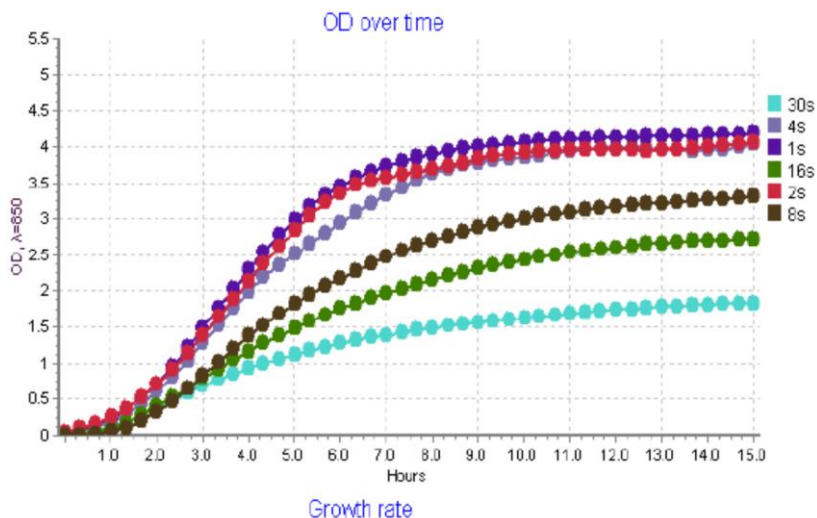
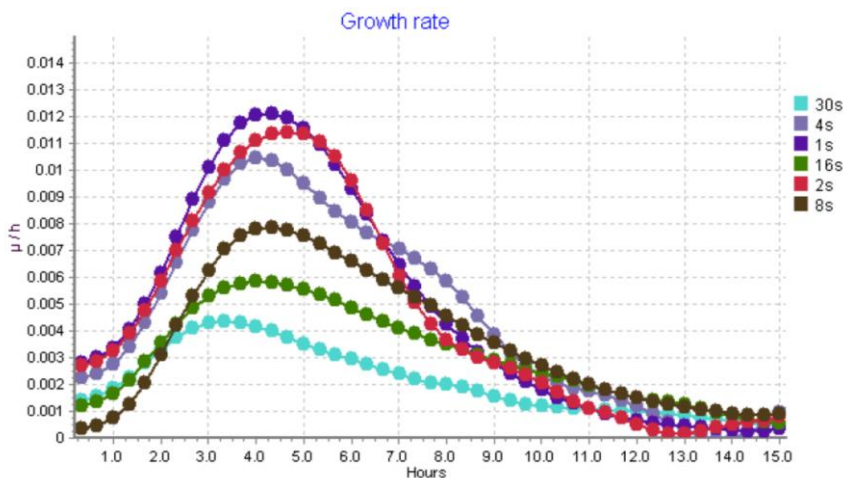

Рис. 5. Влияние частоты реверсивного вращения на динамику роста ($\Delta OD_{\lambda=850 \text{ nm}}/\Delta t$) по отношению к времени ферментации (ч).
Рис. 6. Влияние частоты реверсивного вращения на скорость роста ($\Delta OD_{\lambda=850 \text{ нм}}/\Delta t$) по отношению к времени ферментации (ч).
Известно, что аэрация влияет на рост и скорость роста аэробных микроорганизмов. Частота реверсивного вращения влияет на скорость поступления кислорода в пробу. Полученные результаты указывают на то, что максимальная скорость деления клеток отмечается при частоте 1 реверсивное вращение в секунду (1 с^{-1}), при скорости 2000 об/мин. Увеличение пауз между реверсивными вращениями ведет к снижению скорости роста клеток, достигая 50% от максимального значения, когда частота реверсивного вращения равна 30 с^{-1} (см. рис. 5. и рис. 6.).
- 7.2.1. Описание эксперимента (рис. 5.): Применялось устройство регистрации роста клеток в режиме реального времени RTS-1 / RTS-1C со светодиодом с длиной волны 850 нм; используемый микроорганизм: Escherichia Coli BL21; объем среды Лурия-Бертани в пробирке Falcon емкостью 50 мл составляет приблизительно 15 мл; частота реверсивного вращения (RSF) 1, 2, 4, 8, 16, 30 с^{-1} ; частота измерений (MF) составляет приблизительно 10 мин^{-1} ; скорость вращения реактора 2000 об/мин; температура 37°C ; диаметр пор фильтра (для аэрации) 0,25 мкм.